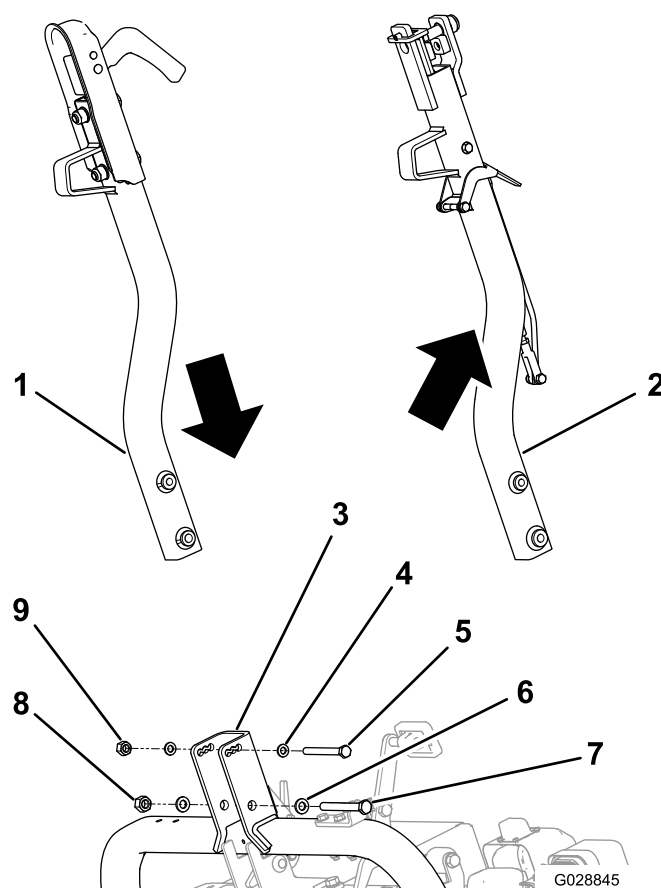

Figura 1
1. Togliete i bulloni, le rondelle e dadi di bloccaggio che fissano l'attacco preesistente e togliete l'attacco (Figura 1).